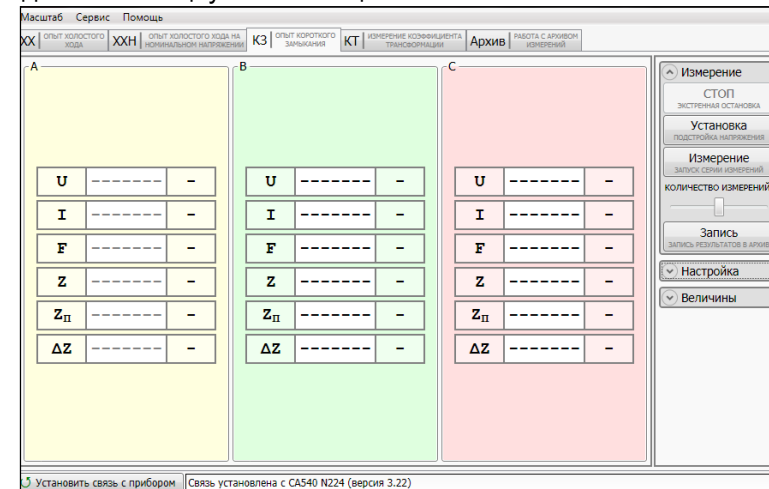

Рисунок 7.23
13) Згорнути поле "Величины", для чого клацнути по кнопці  Величины і розгорнути поле "Измерение" (рисунок 7.23), для чого клацнути по кнопці  Измерение.
15) Включити режим встановлення напруги зовнішнього джерела живлення, для чого клацнути по кнопці  в полі "Измерение" (рисунок 7.23).
N, для чого за допомогою регулятора  вибрати потрібне значення (рисунок 7.23).